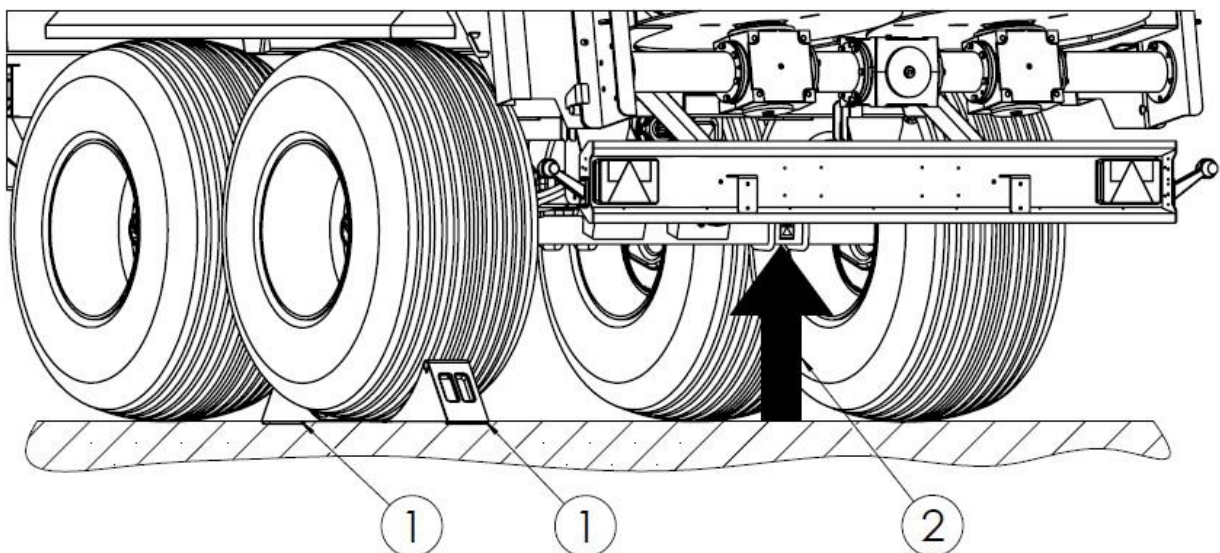

Abbildung 44. Hebepunkte
Falls eine Demontage des Rads erforderlich ist, nutzen Sie dafür die Ansatzstellen (2) unter der Achse. Die Position des Hebbers ist in Abbildung 44 dargestellt. Die Sicherungskeile (1) nur unter ein Rad legen.